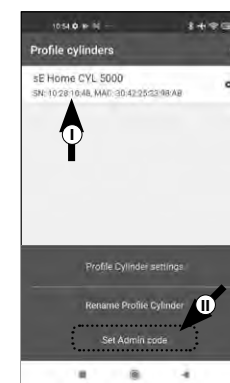

Abb. 20
- 5 Sie sehen die Liste mit angelegten Zylindern. Wählen Sie den gewünschten Zylinder aus (I) und tippen Sie auf „Set Admin Code“ (II) (Abb. 20).